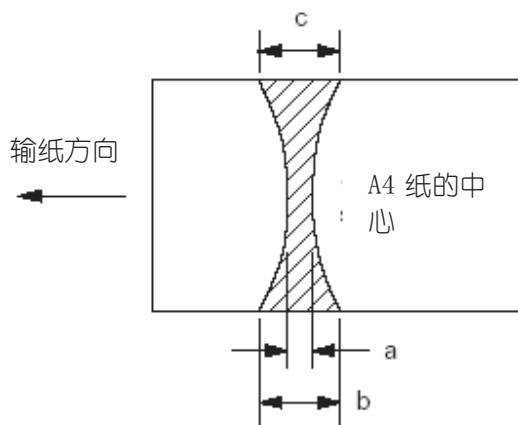

图4-3 定影辊隙宽度
- (1) 使用EP暗盒进行A4尺寸纸的全黑打印，然后将打印结果放到客户的站点上。
- (2) 将全黑打印结果放到打印机多功能托盘盒，将打印了的一面朝上。
- (3) 通过将输送切换杆向下移动选择面朝上的输送方式。
- (4) 按下测试打印开关。
- (5) 当面朝上的托盘中的打印纸前端出现时关闭打印机。大约60秒之后打开暗盒后盖取出打印纸。
- (6) 查看复印纸上的光滑条纹并检查其是否满足如图4-3所示的要求。